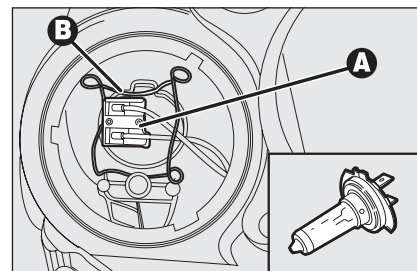

fig. 26
- rimontare la nuova lampada quindi riagganciare la molletta fermalampada **B-fig. 26**;